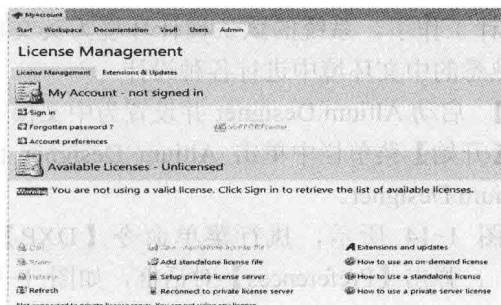

图 1-9 未激活状态界面
(2) 第一次启动后, 所用软件的名称、激活码等参数都显示在“Available License”区域中。同时, 以红色显示“You are not using a valid license.Click Sign in to retrieve the list of available licenses.”, 提示用户尚未使用有效许可激活软件, 如图 1-9 所示。